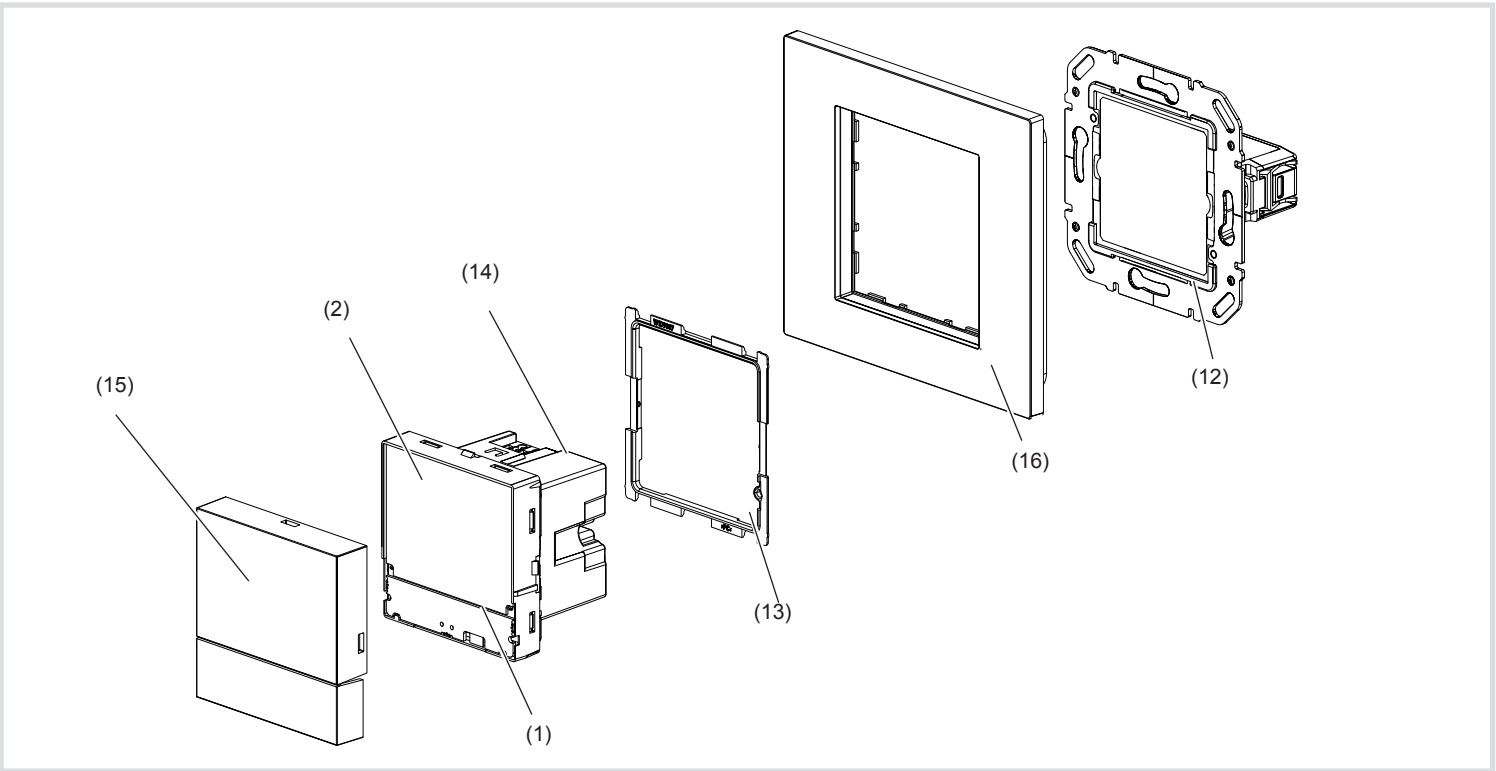

Bild 19: Gerät montieren
Im Menü Betriebsmodus kann zwischen drei Betriebsmodi ausgewählt werden (Bild 19):
- Bild 19: Einstellung der Lüfterstufen